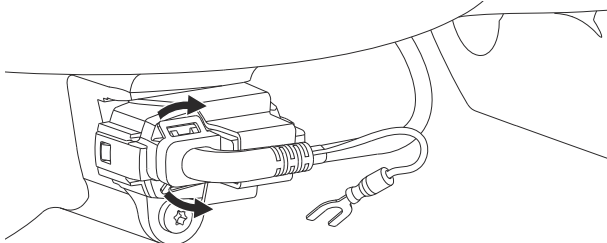

Рис. 8 Снятие кабеля датчика
2. Отверните пять винтов (163f и 164a) и откройте переднюю крышку (163).
5. Извлеките штекер датчика из гнезда платы управления и аккуратно снимите кабель датчика с блока управления (163).
7. Разожмите стопорные зажимы сверху и снизу разъема датчика и отсоедините кабель датчика. См. рис. 8.